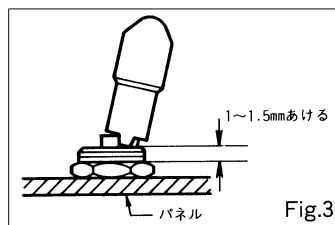

Fig.3
- (3) ロッキングトグルタイプ (**8E**、**MTL**タイプ) の取り付けはスリーブ上面より1~1.5mmあけて取り付けてください。(Fig.3)
(Fig.3)